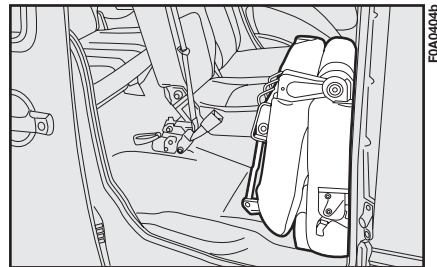

fig. 59c
- sollevare il cuscino completo fig. 59c.